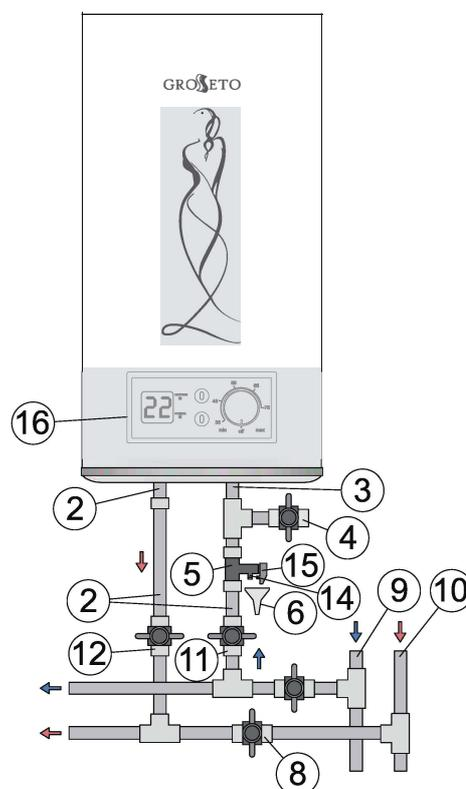

Рисунок 3. Схема подключения ЭВН к водопроводу
Вверните предохранительный клапан (5), который входит в комплект поста вки водонагревателя, во входной патрубок водонагревателя, обозначенный синим цветом (см. рис. 3);
После подключения откройте вентиль подачи холодной воды (Рис. 3, п. 11) в ЭВН, кран выхода горячей воды из ЭВН (Рис. 3, п. 12) и кран горячей воды на смесителе, чтобы обеспечить отток воздуха из водонагревателя. При конечном заполнении ЭВН из крана смесителя непрерывной струей потечет холодная вода. Закройте кран горячей воды на смесителе. При подключении ЭВН в местах, не снабженных водопроводом, допускается подавать воду в ЭВН из вспомогательной емкости, размещенной на высоте не менее 5 метров от верхней точки ЭВН, или с использованием насосной станции.
Примечание: для облегчения обслуживания ЭВН в процессе эксплуатации рекомендуется установка сливного вентилея (Рис. 3, п. 4) в соответствии с рис. 2 (для моделей, не оборудованных сливным патрубком (не входит в комплект поставки)).